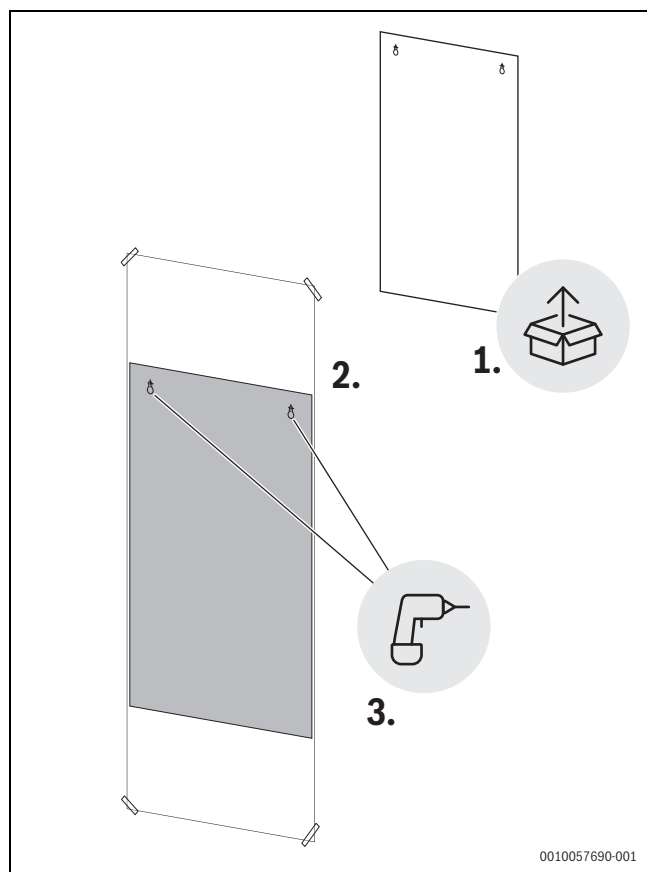

Fig. 9 Gabarit de perçage
3. Percer les trous correspondants (Ø 8 mm) à travers le gabarit aux points de fixation, comme indiqué sur le gabarit (fig. 9).